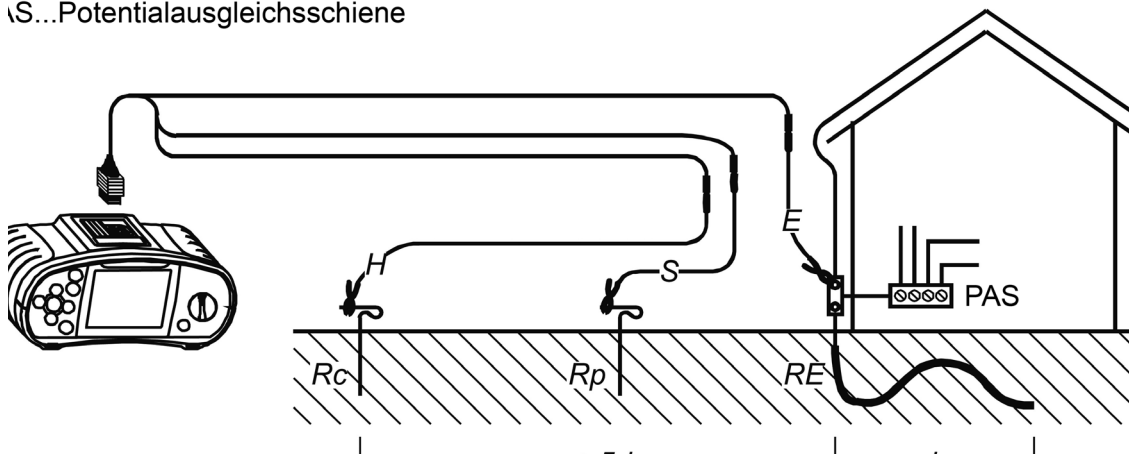

Abb. 5.45: Messung mit dem Erdungsset – 20 m
- Die Sonde (S) liegt zwischen der Hilfserdersonde (H) und Erdersonde (E), in der sogenannten Referenzebene (siehe Abb. 5.45).
- Der Abstand zwischen der Erdersonde (E) und der Hilfserdersonde (H) soll mindestens 5-mal grösser sein als die Tiefe oder Länge der Erderelektrode (siehe Abb. 5.45).
**Schritt 3** Befolgen Sie zur Durchführung der Erdungsmessung den Anschlussplan in Abb. 5.45. Benutzen Sie bei Bedarf die **Hilfe**-Funktion (Messleitungen: H = schwarz, S = grün, E = blau)